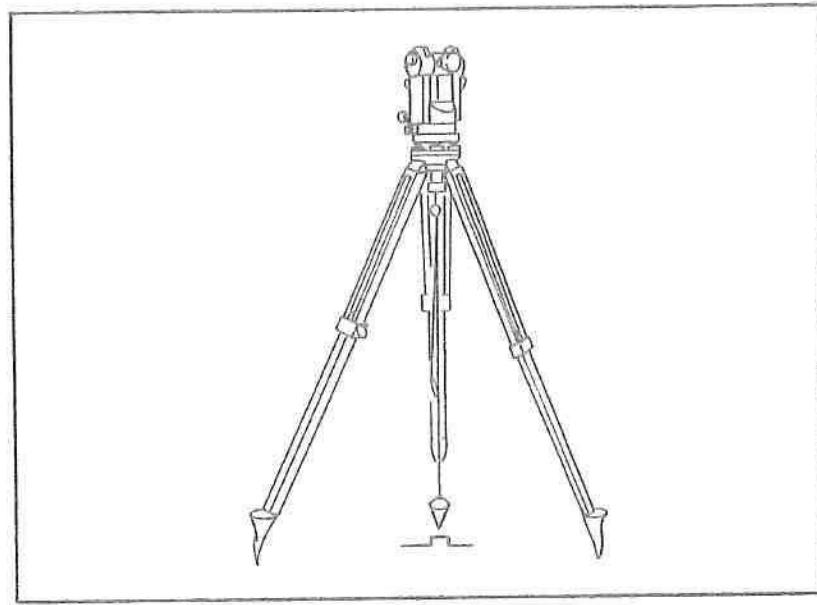

図14
①垂球の吊紐を掛け金のフックに引っかけ、自在金で長さを調節し、垂球尖端を測点の高さに近づけます。(図14)
②定心桿をわずかに緩め、本機の整準台外周を両手で支え、脚頭上をすべらせて、垂球尖端を測点の中心に一致させます。(直交する2方向から確認して下さい。)